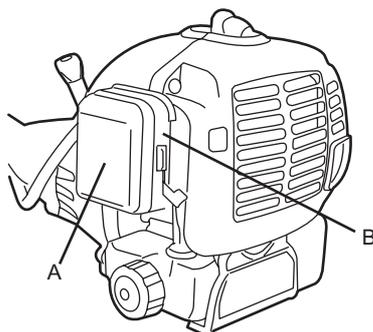

Fig. 17a
1. Enfoncez le loquet (B) et ôtez le couvercle (A) du boîtier du filtre (9) (fig. 17a, 17b).